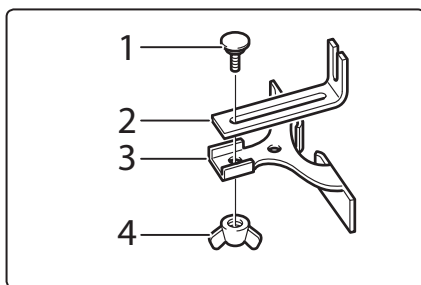
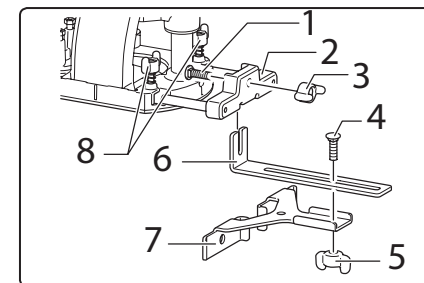

Abb. 19
Abb. 25A
- Zum Fräsen von Nuten unter Einsatz des Seitenanslags gem. Abb. 13, der gemäß Abb. 19 oder Abb. 25A modifiziert ist.